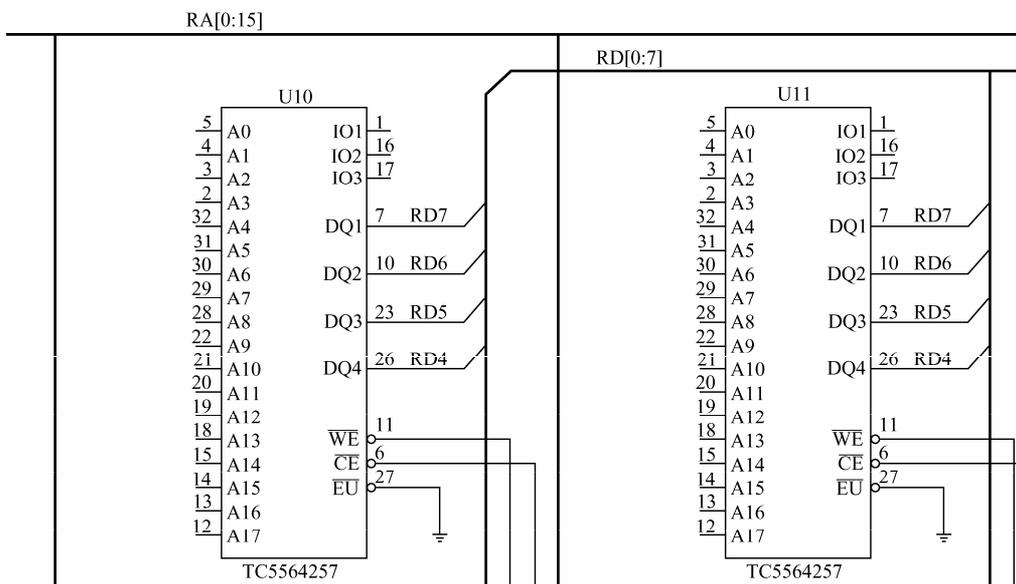

图 3-52 添加了总线后的图形
(5) 移动总线标号外框到总线上的某一点, 在需要放置的地方单击鼠标左键即完成总线的添加。图 3-52 所示即为添加了 RA[0:15]和 RD[0:7]的图形。